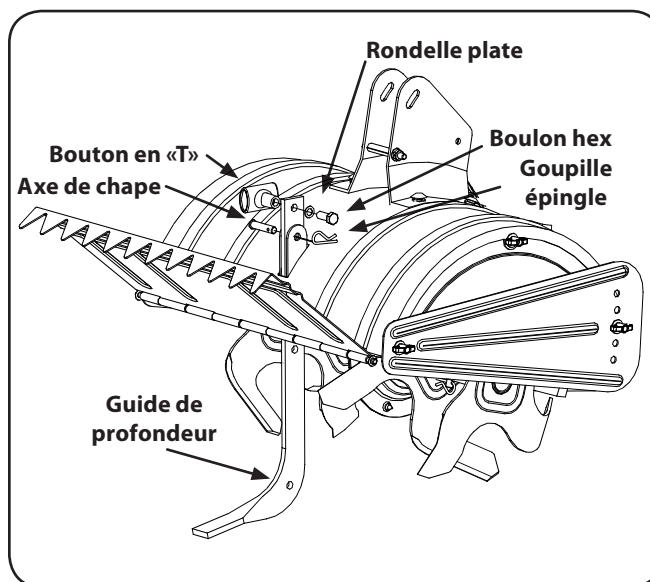

Figure 3-1
2. Desserrez le bouton en « T » du haut de la guide de profondeur et enlevez la rondelle plate et le boulon hex. Retirez la goupille épingle de l'axe de chape. Voir la Fig. 3-1.
5. Faites passer le boulon hex. dans le trou supérieur du guide de profondeur. Placez la rondelle plate sur le boulon hex. et vissez le petit bouton en « T » sur le boulon hex. Voir la Figure 3-1. Serrez à fond.